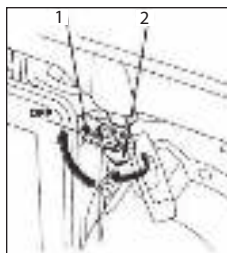

Рис. 7
- Закройте топливный кран (Рис. 7).